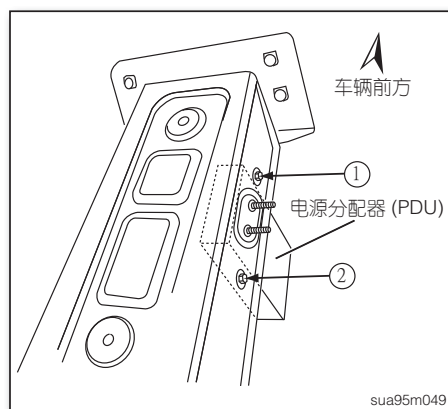

图5
4. 拆下电源分配器(PDU)固定螺丝①、② (如图5)并取下电源分配器(PDU)。